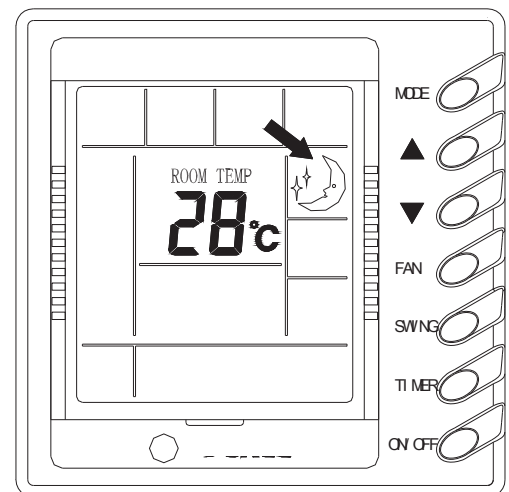

Рис. 4
3) Режим «Сон» (SLEEP) (Рис. 4)